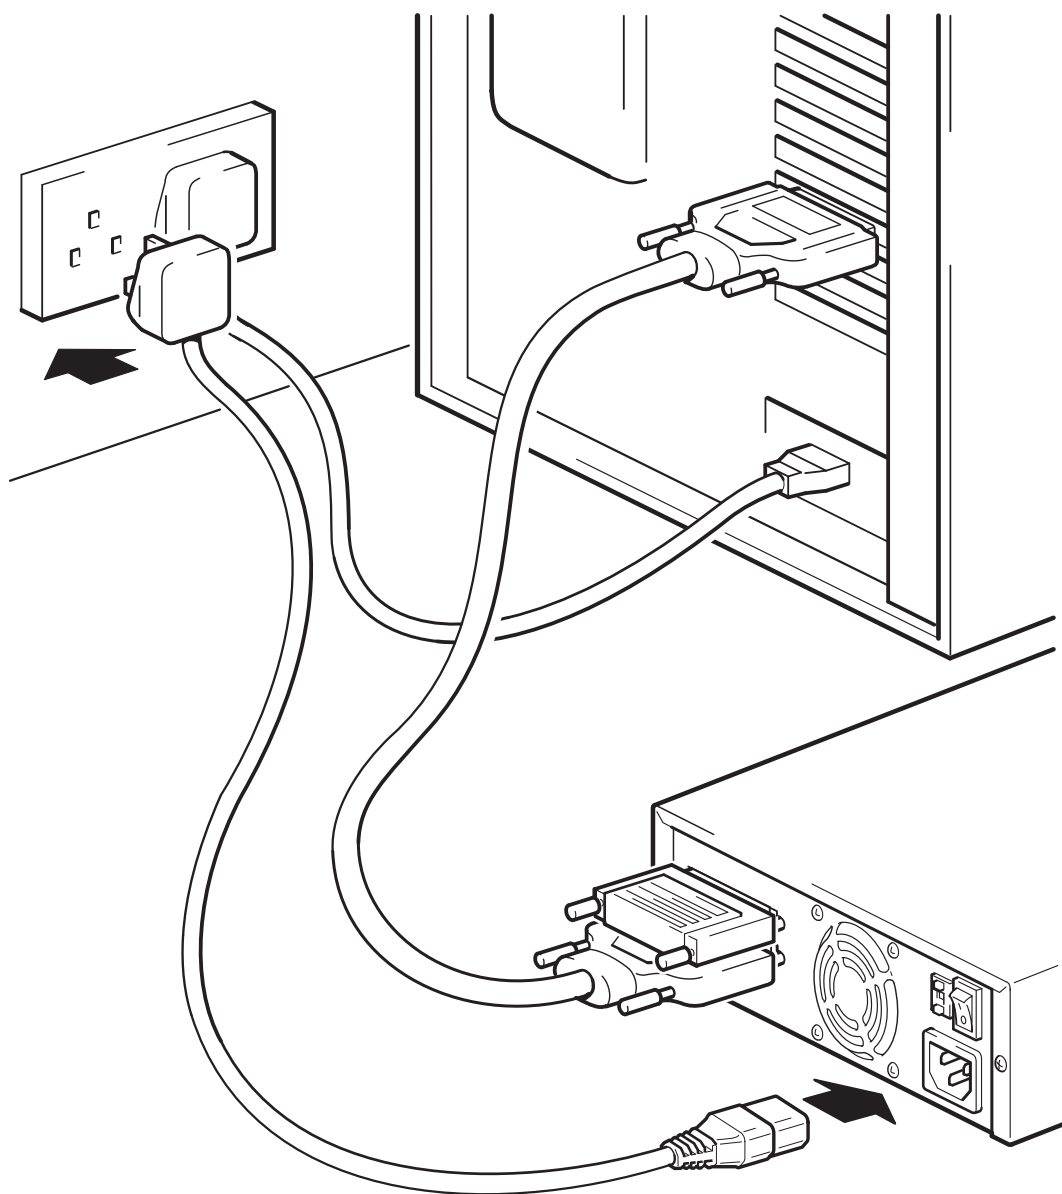

Figure 4 : connexion du câble d'alimentation
- 1** Branchez le câble d'alimentation dans le connecteur situé sur le panneau arrière du lecteur (voir figure 4).